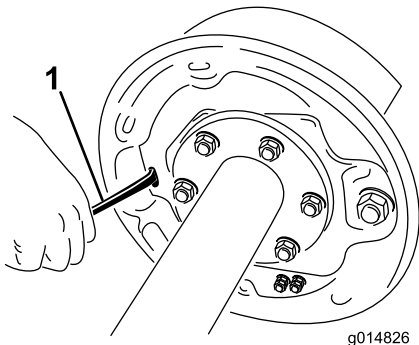

Bild 62
4. Drehen Sie das Sternrad des Einstellers mit einem Schraubenzieher, um die Bremsbacken zu verlängern (Bild 62).